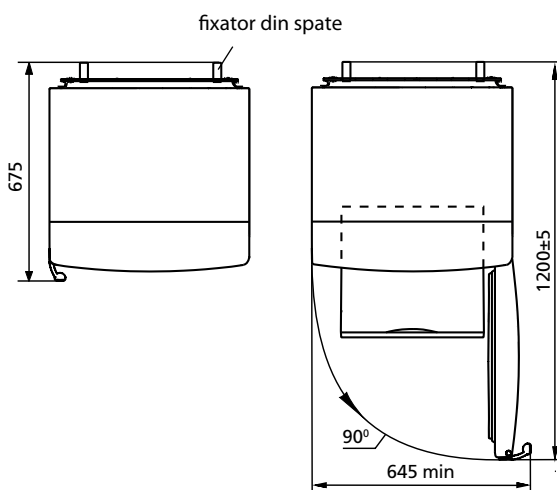

Figura 2 – Frigider (vedere de sus)
1.4 Spațiul total, necesar pentru exploatarea frigiderului este determinat de dimensiunile indicate în figura 2 în milimetri. Pentru extragerea liberă a componentelor din frigider trebuie să deschideți ușile camerei la un unghi de cel puțin 90°.